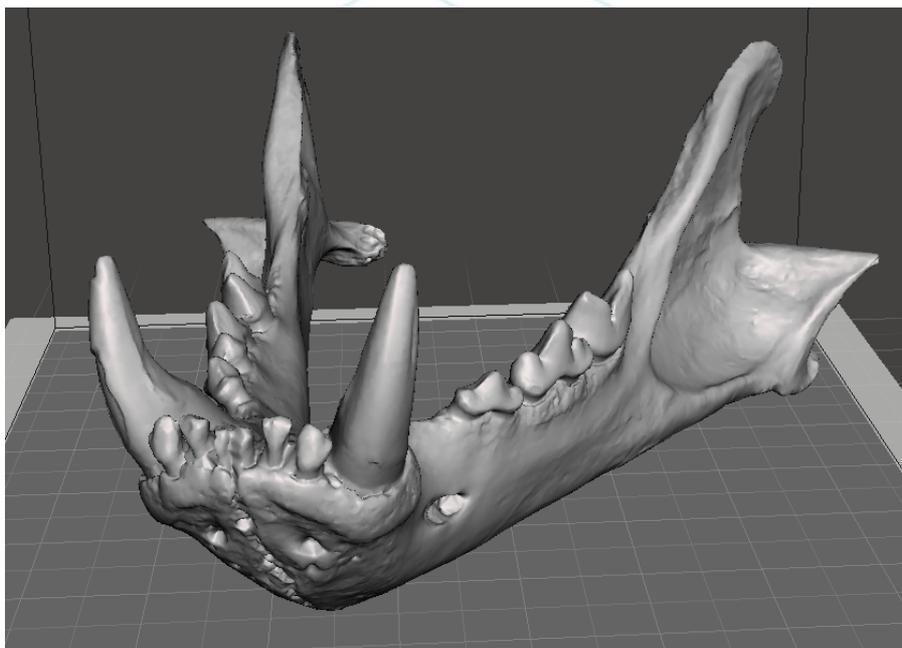

Figura 15 Mascella riparata tramite software [31]
- [31] Figura 15: Mascella riparata tramite software- Fonte: CETEM